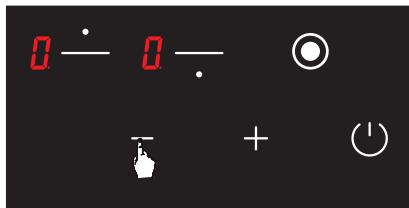

Рис. 22
3. Знову натисніть кнопку  (Див. рис. 22). Цю дію необхідно здійснити одразу після другого кроку. Функцію захисту від дітей вимкнено в постійному режимі. Іншими словами, після вимикання та повторного вимикання пристрою функція захисту від дітей залишається вимкненою.